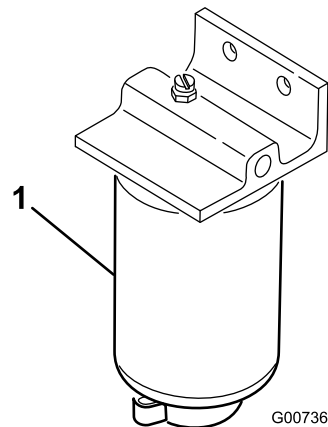

Bild 37
4. Öffnen Sie die Filterablassschraube und das Entlüftungsventil (Bild 37).